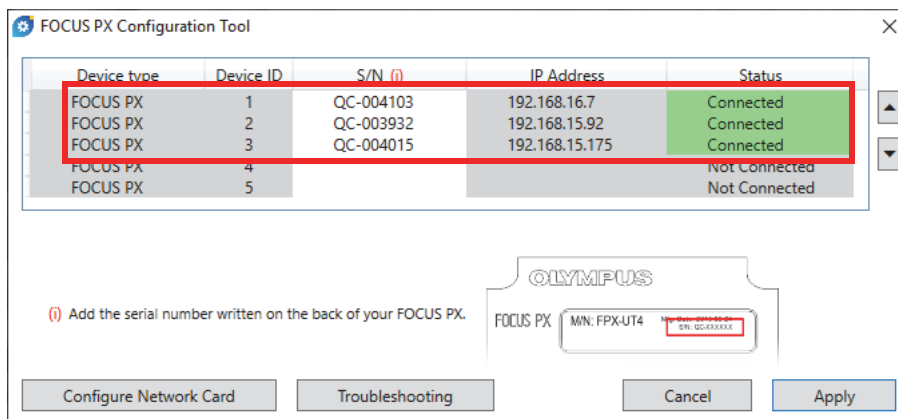

Рис. 1-20 Инструмент конфигурации FOCUS PX (3 устройства)
6. При использовании более одного устройства FOCUS PX, введите серийный номер каждого прибора (Рис. 1-20 на стр. 41). Убедитесь, что порядок устройств соответствует подключению синхронизации (см. «Подключение FOCUS PX к компьютеру и настройка параметров подключения» на стр. 24).